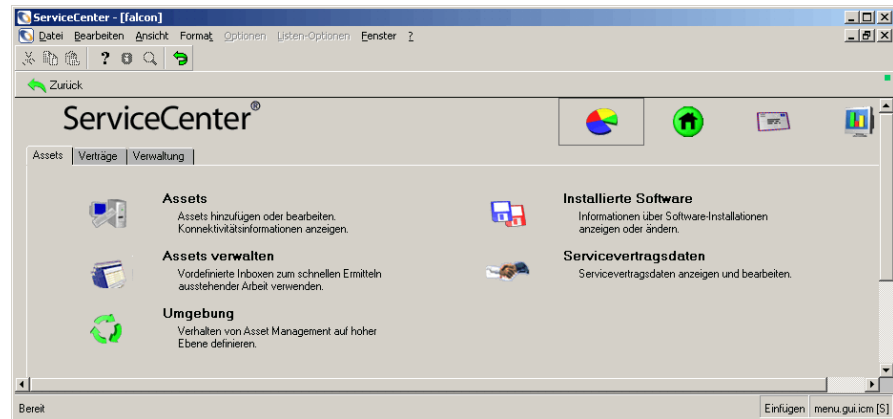

Abbildung 7-2: Menü „Inventory Management“
- 1 Klicken Sie im ServiceCenter-Startmenü auf **Inventory Management**. Abbildung 7-2 zeigt das Menü **Inventory Management**.
Das in Abbildung 7-2 dargestellte Register **Assets** ermöglicht die Verwaltung von Assets sowie die Anzeige und Bearbeitung von Software-Installationen und SLM-Daten (Service Level Management).